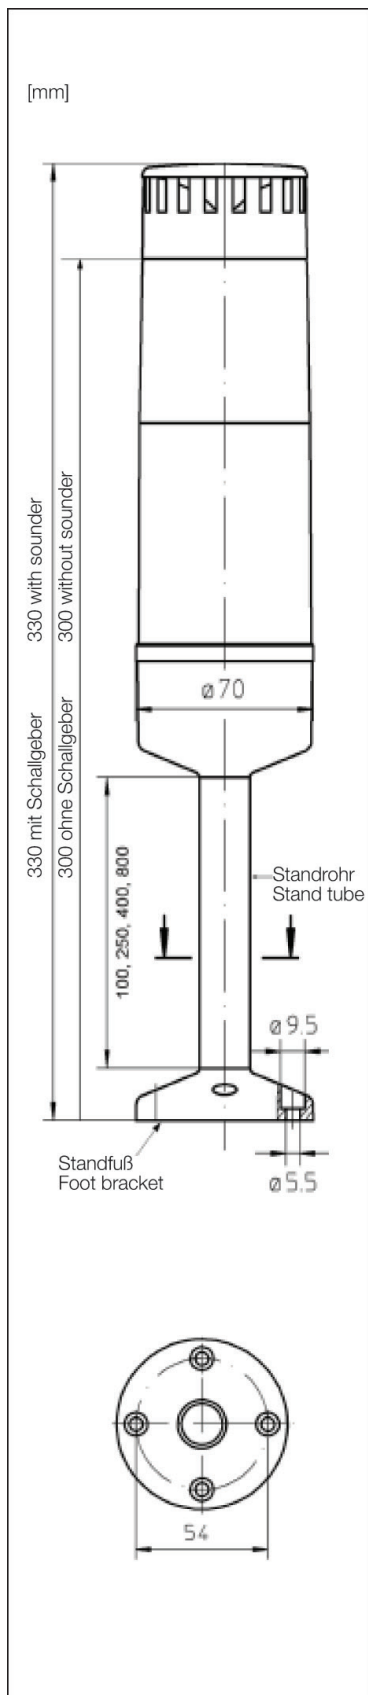

Abb. 4 Abmessungen
2. Standfuß mit 4 Schrauben durch die Bohrungen im Standfuß am vorgesehenen Standort befestigen. Die Bohrmaße sind der Zeichnung (Abb. 4) zu entnehmen.